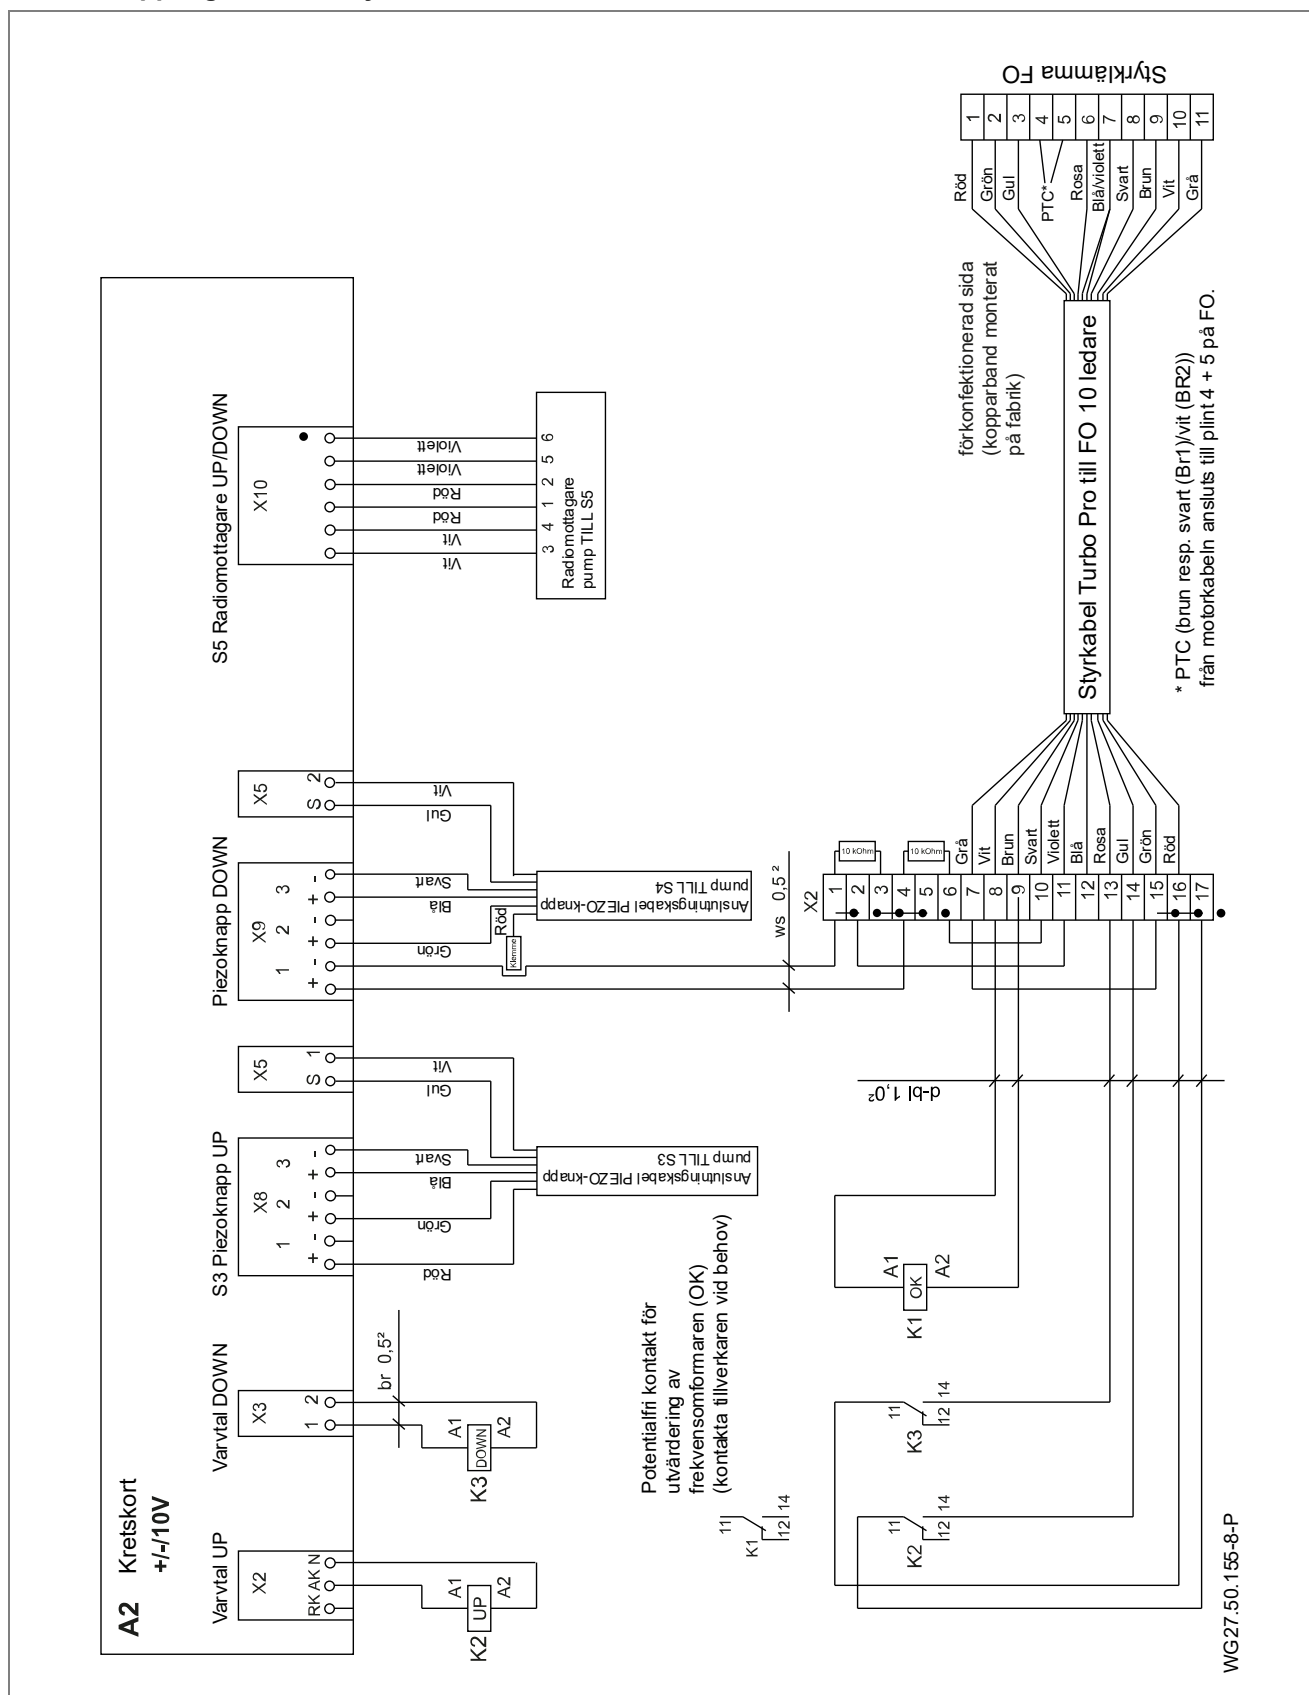

Bild 20
14. Ledarna för PTC (brun resp. svart (Br1)/vit (BR2)) ska kopplas enligt kopplingsschemat. Se "Bild 20" på sida 26.